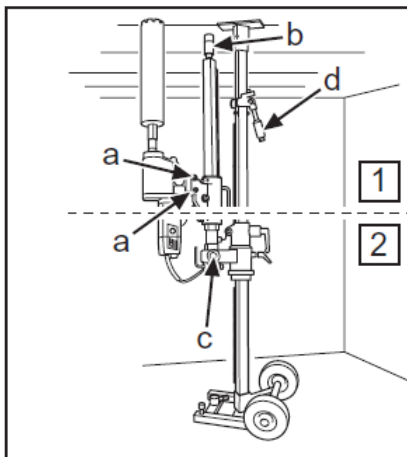

Fig. 16
3. Montar la perforadora en la fijación rápida y apretar los tornillos de fijación (a) (fig. 16) con una llave de 24 mm.
4. Comprobar que el tornillo de puntal (b) en la columna de perforación está enroscado. Levantar la columna de perforación y bloquearla con una tuerca de 30 mm (c) (fig. 16).
3. Monte a máquina de perfuração no acessório de fixação rápida da caixa de alimentação, aperte os parafusos de fixação (a) (Fig. 16) com a chave de 24 mm.
4. Verifique se o parafuso de escora (b) na coluna de perfuração está na posição enroscada. Levante e bloqueie a coluna de perfuração com a porca de 30 mm (c) (Fig. 16).
3. Fit the drilling machine in the quick-action attachment. Tighten the locking screws (a) (Fig. 16) with a 24 mm spanner.
4. Check that the support column screw (b) in the drill column is screwed in. Fold up and lock the drill column with nut 30 mm (c) (Fig. 16).
3. Zamontować wiertnicę w szybkozłączu i dokręcić śruby blokujące (a) (rys. 16) za pomocą klucza 24 mm.
4. Sprawdzić, czy śruba kolumny nośnej (b) w kolumnie wiertniczej jest wkręcona. Złożyć i zablokować kolumnę wiertniczą nakrętką 30 mm (c) (rys. 16).
6. Enroscar el tornillo de puntal en el techo para fijar la columna de perforación y fijarlo con una tuerca de seguridad de 30 mm (a) (fig. 16). Utilizar una regla de madera como separador.
6. Enrosque o parafuso de escora contra o teto para fixar a coluna de perfuração e fixe-o com a porca de segurança de 30 mm (b) (Fig. 16). Utilize uma ripa de madeira como calço.
6. Screw in the support column screw against the ceiling to secure the drill column in position. Secure with the locking nut 30 mm (b) (Fig.16). Use a wooden batten as packing.
6. Wkręcić śrubę kolumny nośnej w sufit, aby zamocować kolumnę wiertniczą, a następnie zabezpieczyć ją nakrętką zabezpieczającą 30 mm (b) (rys. 16). Jako wypełniacz użyć drewnianej listwy.